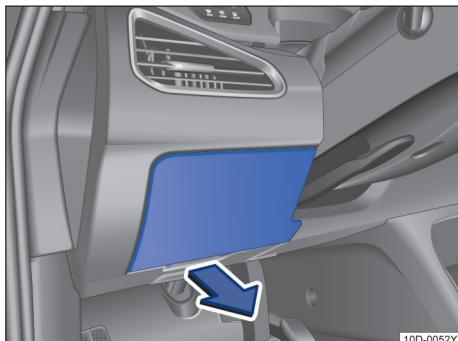

图 126 在驾驶员侧仪表板上：保险丝盒盖板
- 在 → 图 126 标识的箭头位置，使用手指或塑料工具（避免划伤零件外观）向箭头方向用力，将保险丝盒盖板拆下。